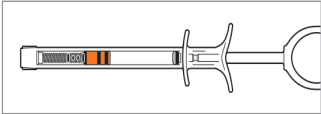

Figura 3 - Posição de Primeiro Clique
h. Mergulhe a extremidade livre da Linha de Extensão em soro fisiológico estéril. Deve **lentamente** puxar o êmbolo novamente até **à posição de primeiro clique** (Figura 3) para encher a seringa.